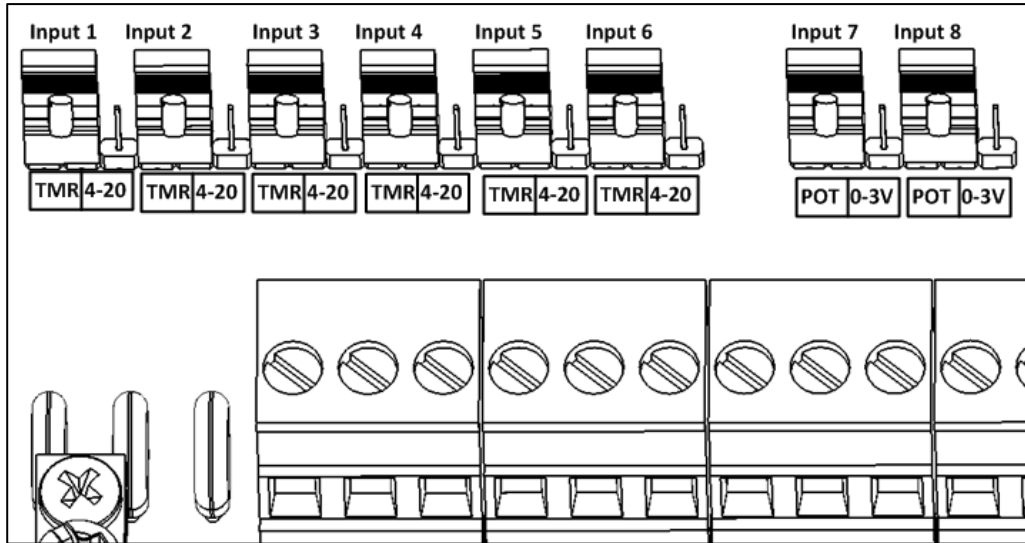

Figura 17: Posiciones terminales
2. Coloque los terminales en la posición correspondiente (Figura 17).